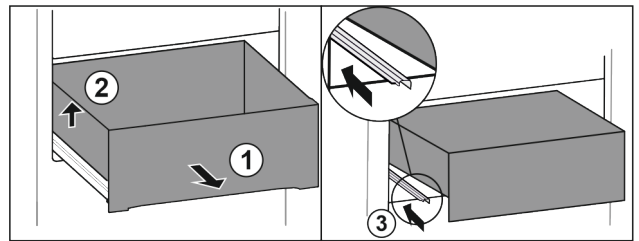

Fig. 106
- Estrarre il cassetto fino all'arresto. Fig. 106 (1)
- Sollevare il cassetto a sinistra. Fig. 106 (2)
- Inserire la guida sinistra. Fig. 106 (3)